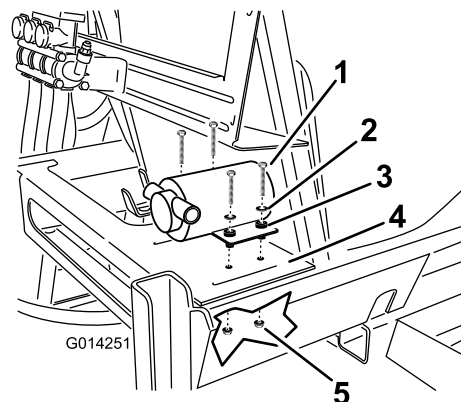

Bild 19
1. Befestigen Sie die Pumpe aus den lose mitgelieferten Teilen am Behälterrahmen an der Plattform hinten rechts vom Hauptbehälter (Bild 19).
2. Befestigen Sie den Behälter mit 4 Schrauben, 4 Scheiben und 4 Sicherungsmuttern am Rahmen (Bild 19).